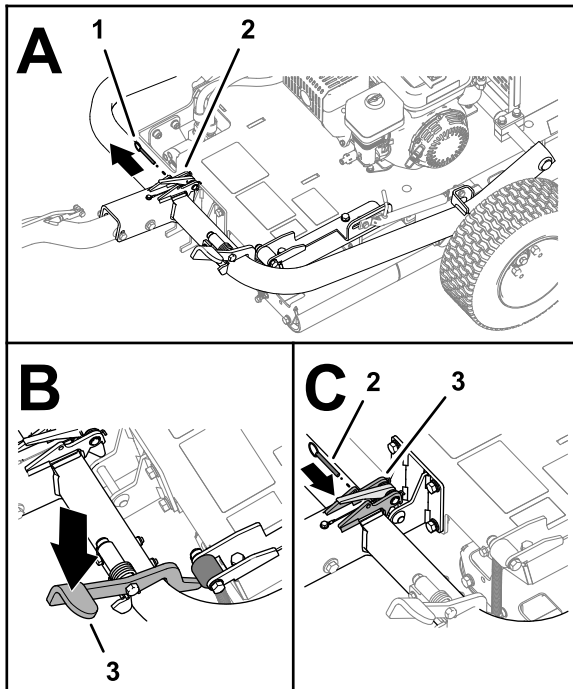

Bild 8
- Entfernen Sie, sofern vorhanden, den Sicherungsbolzen von der Verriegelung (Bild 8).
- Treten Sie auf das Anbauvorrichtungspedal, bis die Anbauvorrichtung einrastet (Bild 8).
- Stecken Sie den Sicherungsbolzen durch die Löcher in der Verriegelung (Bild 8).